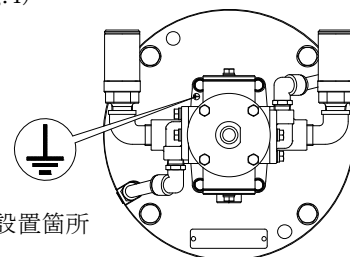

Fig.4 アース設置箇所
- 1) ポンプを設置するときには必ず指定箇所からアースを設置してください。（Fig.4）